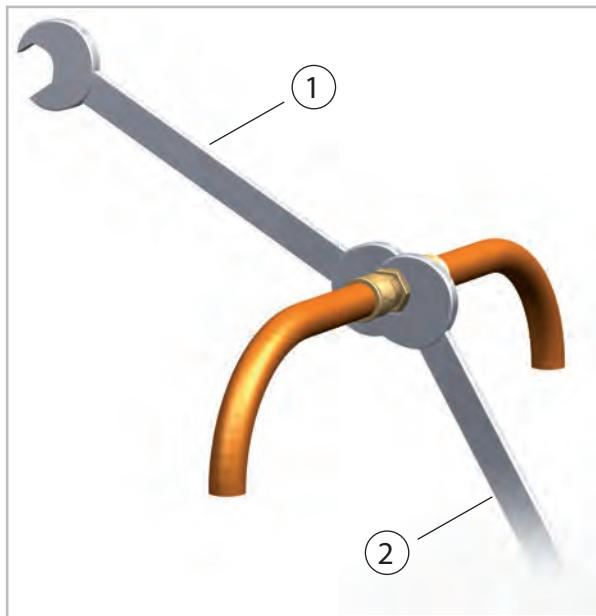

Abb. 22: Verschraubungen anziehen
11. Befestigen Sie nun endgültig die Verschraubungen mit 2 Maulschlüsseln geeigneter Schlüsselweite. Halten Sie während des Schraubens auf jeden Fall mit einem Maulschlüssel gegen (Abb. 22).